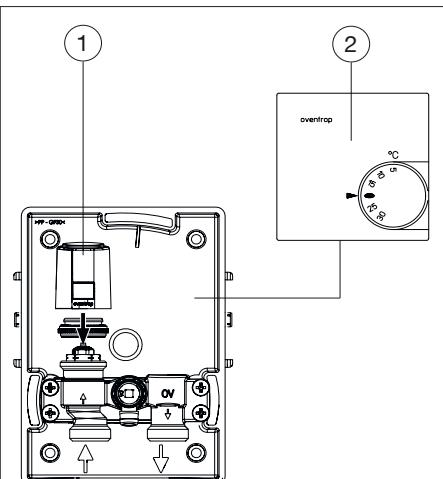

Abb. 10: Raumthermostat mit Stellantrieb montieren
- Schrauben Sie den Stellantrieb (siehe Abb. 10 auf Seite 12 (1)) auf das Ventil. Führen Sie das Kabel durch die Bohrung im Wand einbaukasten (siehe 6.1 auf Seite 9).